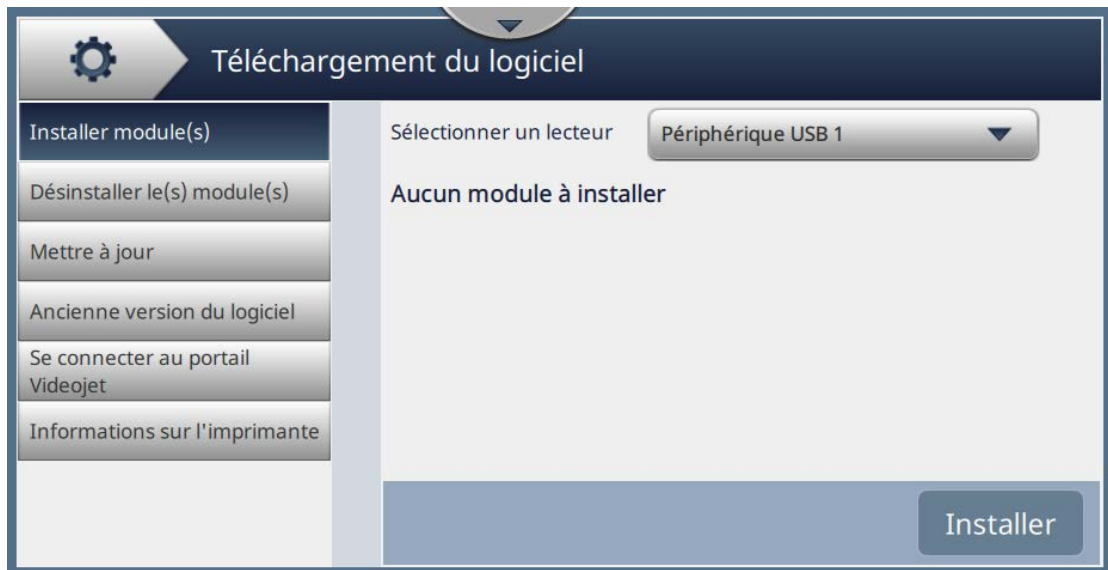

Figure 6-22 : Écran Téléchargement du logiciel
1. Appuyez sur le bouton  dans l'écran Outils. L'écran Téléchargement du logiciel s'ouvre, tel qu'illustré dans la Figure 6-22.